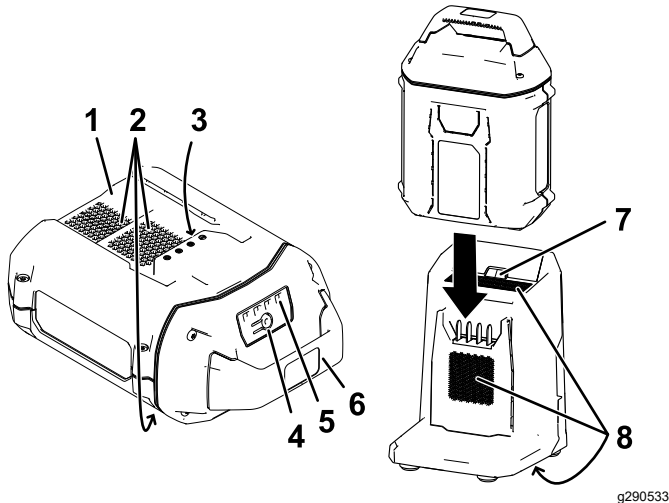

Figura 19
2. Allineate la cavità nel pacco batteria (Figura 19) con la linguetta sul caricabatteria.
3. Fate scorrere il pacco batteria nel caricabatteria fino a quando non è completamente in sede (Figura 19).